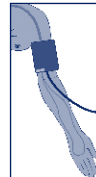

Bild 3
- Bei Anwendung am linken Arm läuft der Luftschlauch in der Mitte der Armbeuge zum Gerät, damit ist die 4 cm lange Arterienmarkierung automatisch mittig über der Pulsstelle platziert (Bild 3).